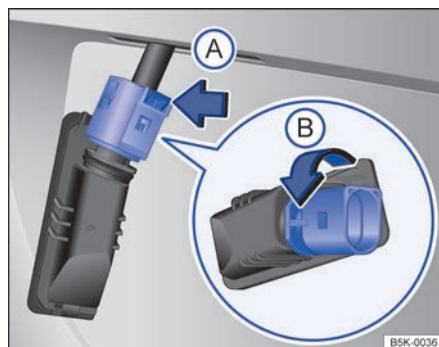

Fig. 193 Luz de la matrícula: desmontaje del portalámparas. ▶
4.	Presione el bloqueo del conector en el sentido de la flecha → fig. 193 Ⓐ y desacople el conector.